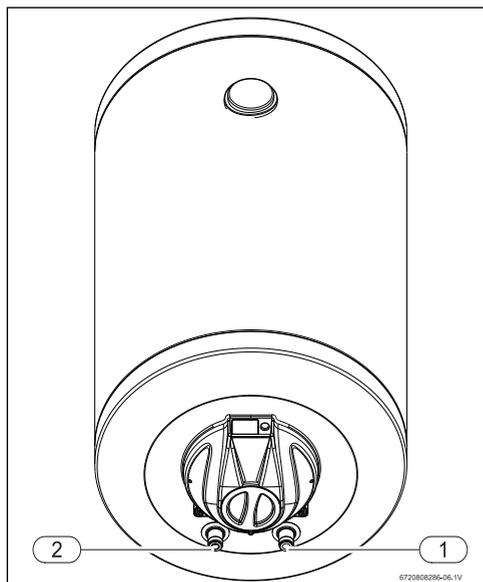

Fig. 6
- ▶ Identificar a tubagem de água fria e de água quente, de forma a evitar uma possível troca (fig. 6).